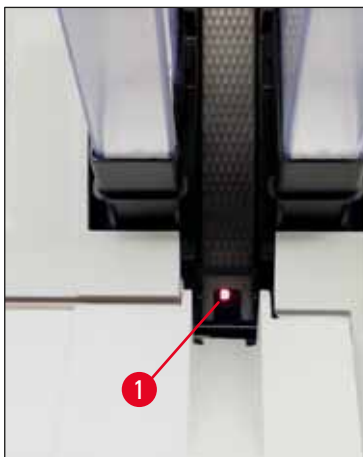

Fig. 48
- Estação de descarga (→ "Fig. 48")